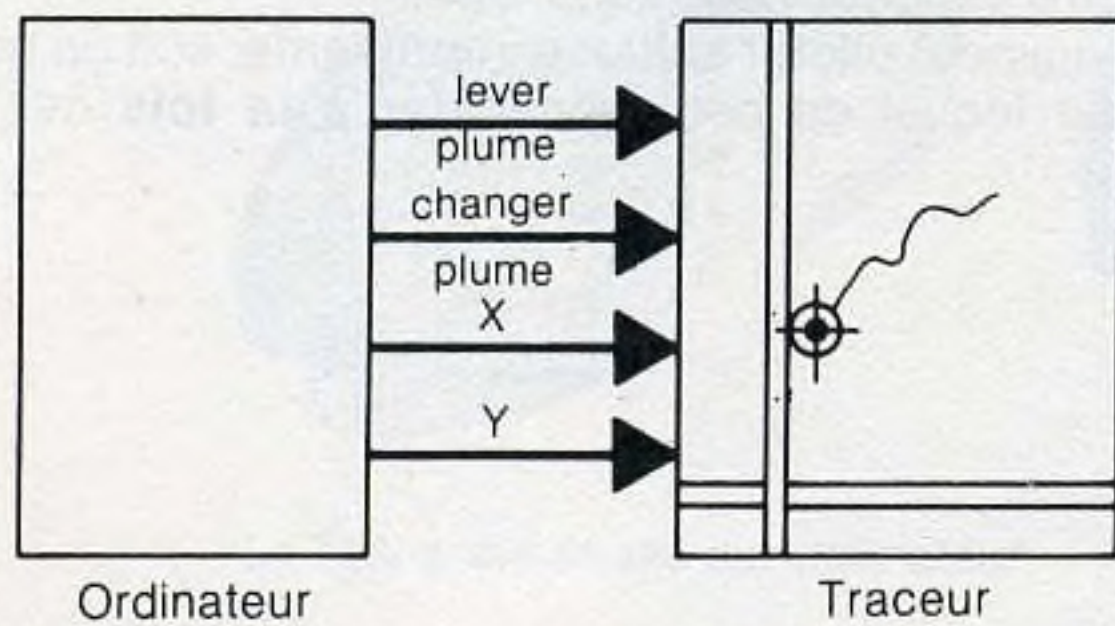

Figure 6
- soit dans l'ordinateur : figure 6 ;